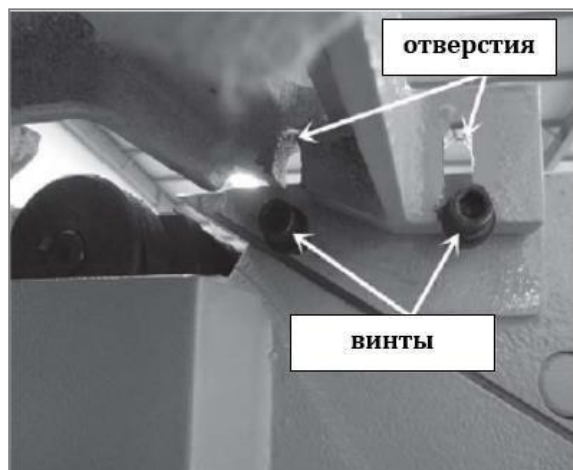

Рис. 8
3. Совместить два отверстия на суппорте с двумя винтами (Рис. 8)